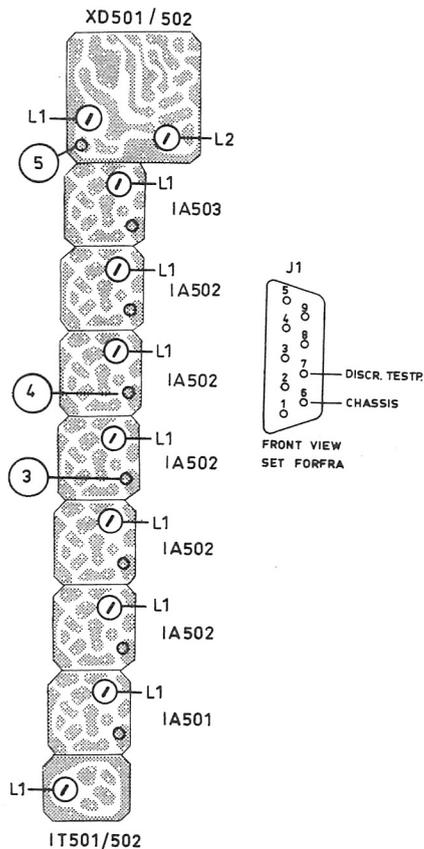

fig. 3
Opstilling (se fig. 3).
Fremgangsmåde (se fig. 3).
Målesenderen indstilles på modtagfrekvensen og tilsluttes antennekonektor J2, medens uA-instrumentet gennem HF-sonden tilsluttes målepunkt ③ i tredje IA502 (se fig. 3).
Signalniveauet indstilles til 6-10 dB over støjniveauet, hvorefter kurveformen justeres til minimum rippel ved hjælp af spole L2 i RC531 og spole L1 i IT501. (se fig 3).
- d) Er spole L2 i RC531 og spole L1 i IT501 ikke blevet justeret som foreslået under afsnit C, kan de to spoler her justeres til minimum forvrængning. (se fig 3 og 4).